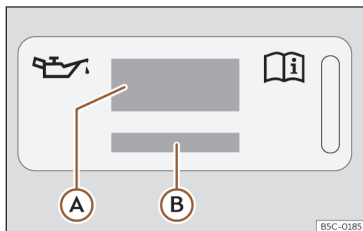
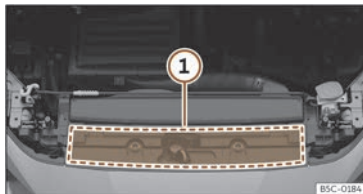

Fig. 212 Dans le compartiment moteur : étiquette d'huile moteur
Fig. 213 Dans le compartiment moteur : zone d'emplacement de l'étiquette d'huile moteur
Légende de la » fig. 212 :
Si vous devez ajouter de l'huile moteur, utilisez l'une des huiles indiquées sur l'étiquette » fig. 212. L'étiquette avec la norme prescrite se trouve sur l'avant du compartiment moteur » fig. 213 ①. Si vous utilisez l'huile moteur recommandée, vous pouvez corriger le niveau de remplissage autant de fois que nécessaire.